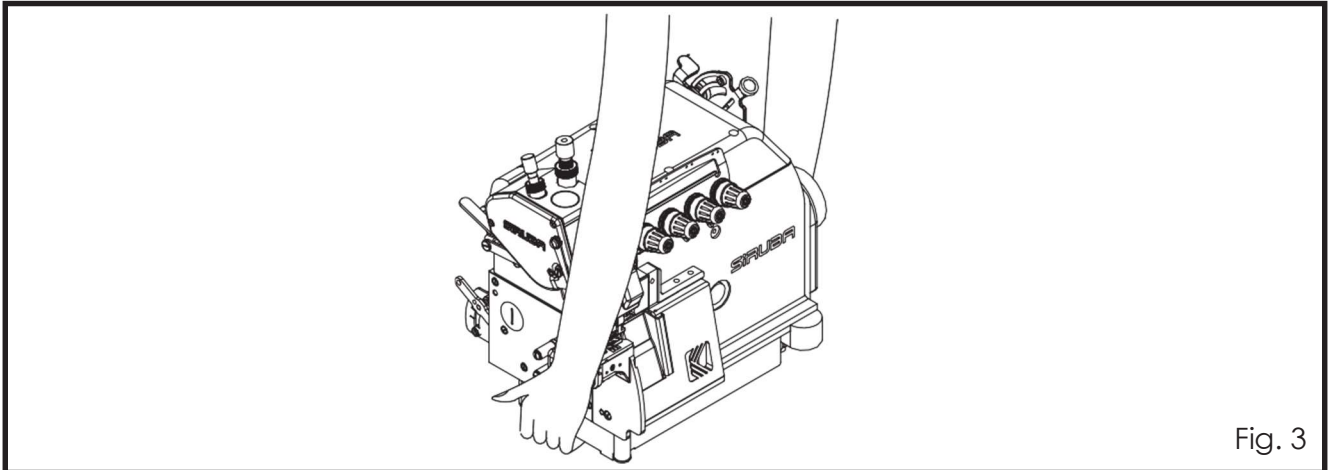

Fig. 3
- Siga a instrução da figura, segure a cobertura frontal da máquina com a mão esquerda e então segure o fundo da máquina com a mão direita para move-la. (Fig. 3)